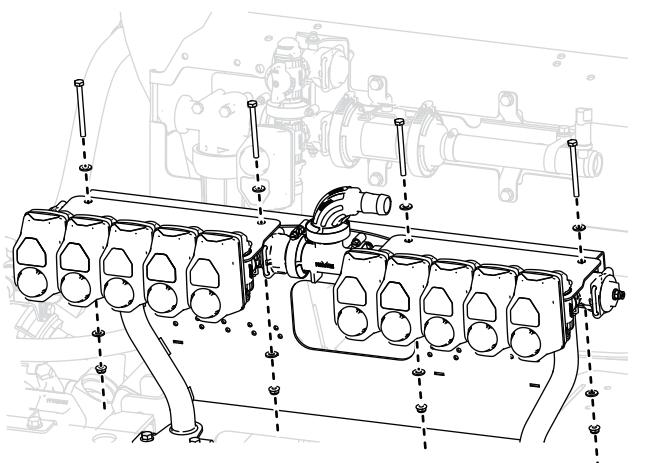

Figure 45
8. Montez les supports de dérivation et le collecteur sur le support de vannes à l'aide de 4 boulon ($\frac{1}{4}'' \times 3''$), 8 rondelles ($\frac{5}{8}''$) et 4 contre-écrous ($\frac{1}{4}''$), comme montré à la Figure 45.